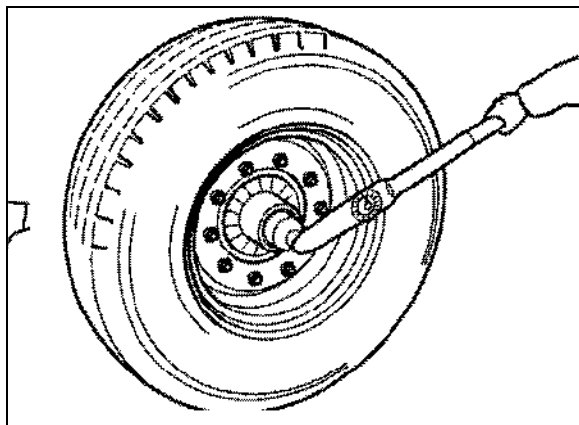

Рис. 105
1. Выверните болты и снимите оба защитных кожуха (Рис. 105/1) с внутренней стороны тормозного барабана.
Грязь может скапливаться на тормозных накладках (Рис. 105/2) и значительно снижать эффективность торможения. Опасность аварии!